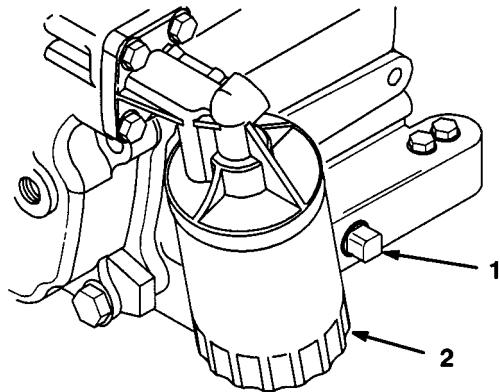

図27
5. ドレンプラグ（図27）を外してオイルが抜けるのを待ち、プラグを元通りに取り付ける（1.8 kg.m）。
2. オイルフィルタ（図27）を外し、新しいフィルタのガスケットにオイルを薄く塗る。